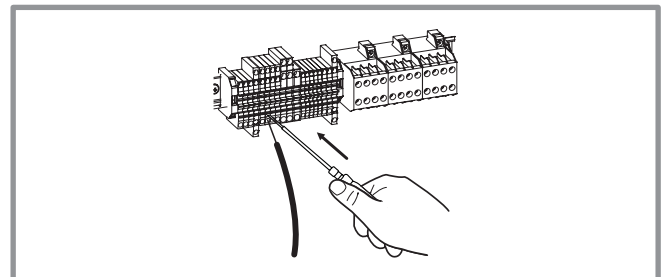

figure 30 - Bornier module hydraulique
• Connexion sur les borniers à ressorts (figure 30) :